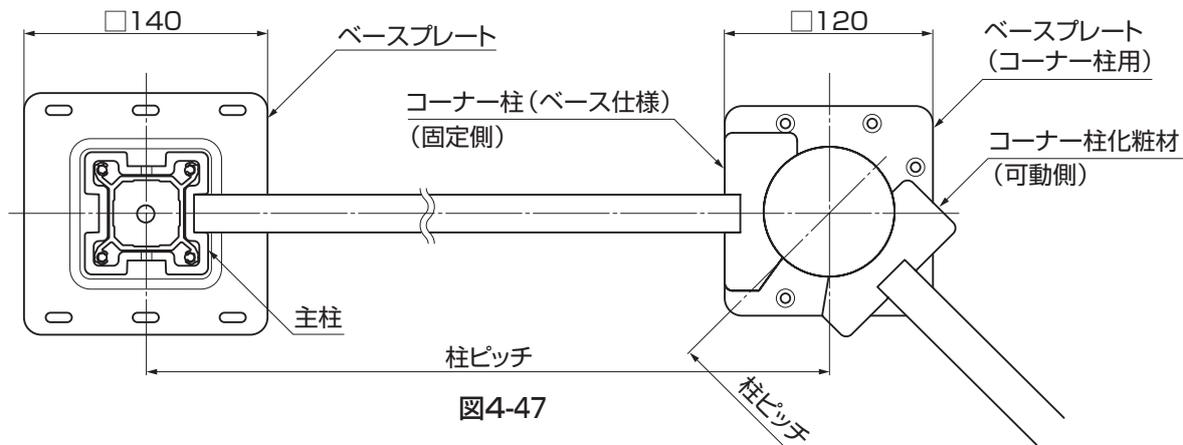

図4-47
②主柱のベースプレートと、コーナー柱のベースプレート（コーナー柱用）が芯一芯でならぶように配置し、柱の固定位置を決めてください。（図4-47参照）